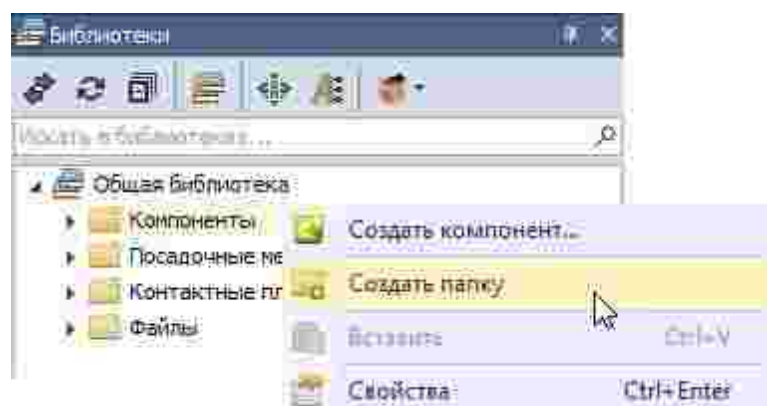

Рис. 6 Создание дополнительной папки
2. Вызовите контекстное меню и выберите пункт «Создать папку», см. Рис. 6.